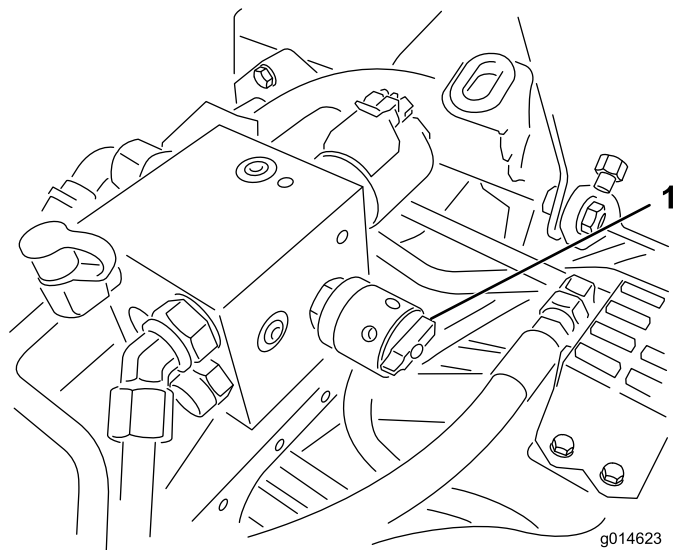

図 38
4. リールの速度を設定するには、ノブ（図 38）を回して、ノブの矢印を、所定の番号に合わせる。